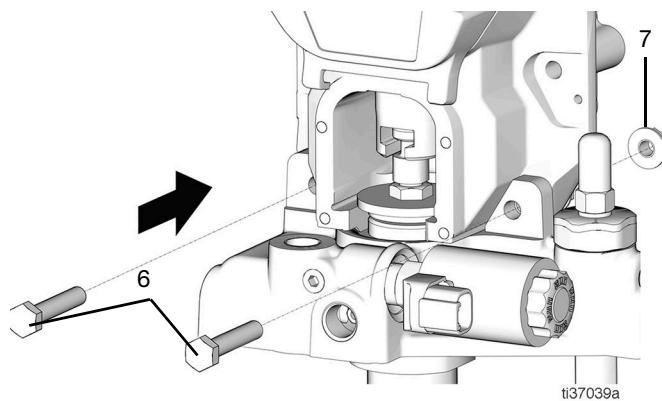

FIG. 68
- 28. Ponga dos pernos (6) en el conjunto de la bomba para sujetar en su sitio el cabezal de engranajes y el conjunto de la bomba y apriete un poco las dos tuercas (7) (FIG. 68).